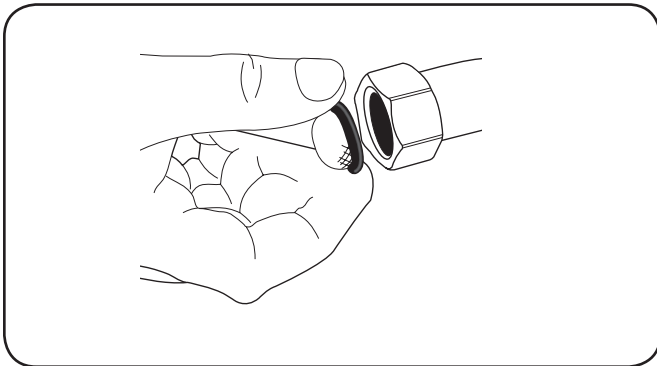

Figure 5-1
**REMARQUE:** Le côté conique doit être dirigé vers l'extérieur. Voir Figure 5-1.